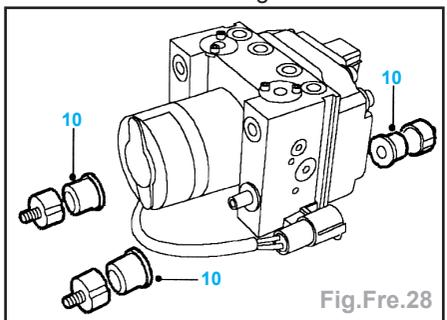

Fig.Fre.28
- Déposer les 3 caoutchoucs (10) de fixation du modulateur (Fig.Fre.28).